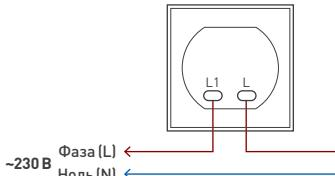

Рис. 1.
- 3.6. Подключите провода сетевого питания AC 230 В к контактам розетки в соответствии со схемой [рис. 1]: L (фаза) — коричневый, N (нейтраль) — синий.